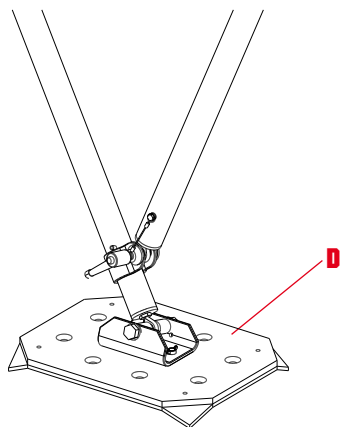

fig. 4B
- lado con enganches para superficies rugosas, irregulares o blandas (fig. 4B),